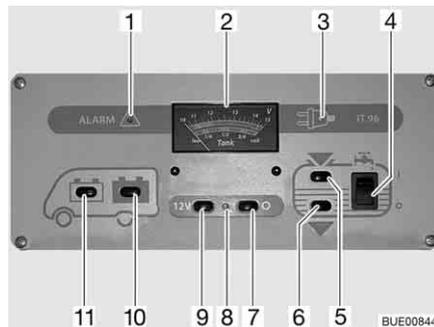

Bild 129 Panel IT 96-2
Der 12-V-Hauptschalter (Bild 129,7 und 9) schaltet das Panel und die 12-V-Versorgung des Wohnraums ein und aus.
**Einschalten:** ■ Schalter (Bild 129,9) drücken "12 V": Die 12-V-Versorgung des Wohnraums ist eingeschaltet. Die Kontroll-Leuchte (Bild 129,8) leuchtet grün.
**Ausschalten:** ■ Schalter (Bild 129,7) drücken "O": Die 12-V-Versorgung des Wohnraums ist ausgeschaltet. Die Kontroll-Leuchte (Bild 129,8) erlischt.
Beim Anzeigeeinstrument V/Tank (Bild 129,2) die obere Skala beachten. Das Anzeigeeinstrument wird automatisch beleuchtet, sobald ein Schalter gedrückt wird.
- Schalter (Bild 129,11) drücken "☰": Die Batteriespannung der Starterbatterie wird angezeigt.
- Schalter (Bild 129,10) drücken "☷": Die Batteriespannung der Wohnraumbatterie wird angezeigt.
Beim Anzeigeeinstrument V/Tank (Bild 129,2) die untere Skala beachten. Das Anzeigeeinstrument wird automatisch beleuchtet, sobald ein Schalter gedrückt wird.
- Schalter (Bild 129,5) drücken "": Die Wassermenge wird angezeigt.
- Schalter (Bild 129,6) drücken "": Die Abwassermenge wird angezeigt.
*Einschalten:* ■ Wippschalter (Bild 129,4) oben drücken "I": Die Wasserversorgung ist eingeschaltet.
*Ausschalten:* ■ Wippschalter (Bild 129,4) unten drücken "O": Die Wasserversorgung ist ausgeschaltet.
Die rote Warnleuchte "ALARM" (Bild 129,1) blinkt, sobald die Spannung der Wohnraumbatterie 11 V (Messung im laufenden Betrieb) unterschreitet und damit Tiefentladung droht.
Die 12-V-Kontroll-Leuchte (Bild 129,8) leuchtet, wenn der 12-V-Hauptschalter (Bild 129,9) eingeschaltet ist.
Die gelbe 230-V-Kontroll-Leuchte (Bild 129,3) leuchtet, wenn am Eingang des Elektroblocks Netzspannung vorhanden ist.